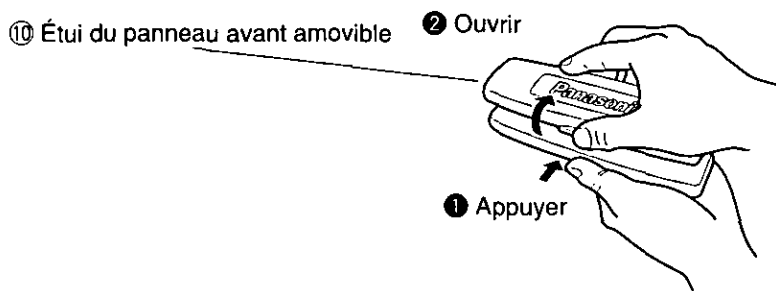

Fig.3
c) Retirer l'appareil en le tirant avec les deux mains. (Fig. 3)
④ Comme illustré à la figure 3, appuyer légèrement sur le bas de l'étui et ouvrir le rabat supérieur. Ranger le panneau dans l'étui. Le panneau peut alors être transporté en toute sécurité.